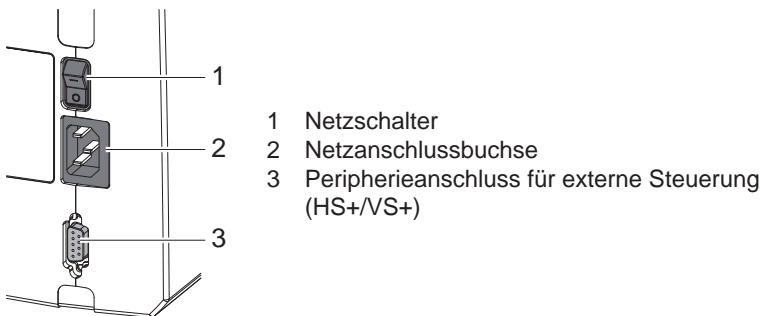

Bild 3 Anschlüsse
2. Externe Steuerung an 9-poliger SUB-D-Buchse des Peripherieanschlusses (3 / Bild 3) kontaktieren.
- ▶ Gerät am Netzschalter (1 / Bild 3) einschalten.